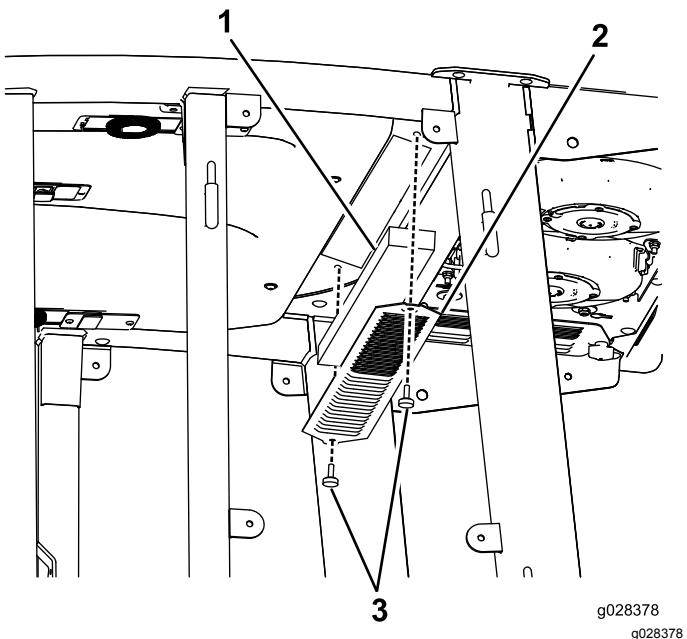

Figura 121
1. Remova os parafusos e as grelhas dos filtros de ar interior e traseiro da cabina (Figura 121).